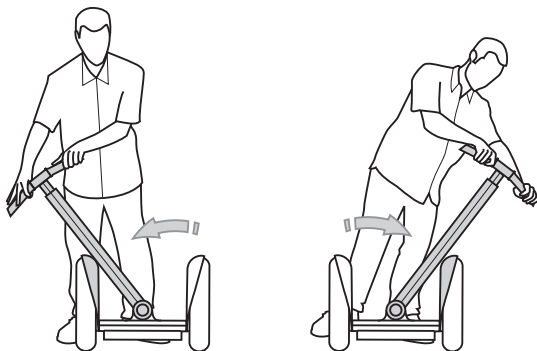

Figura 2. Cómo soltar la barra de dirección LeanSteer del conjunto basculante de la base
3. Incline la barra LeanSteer hacia la izquierda y la derecha todo lo que pueda hasta que se suelte. Puede que oiga y sienta un chasquido cuando el conjunto de la abrazadera de cuña se suelte del conjunto basculante de la base. Consulte la figura 2.